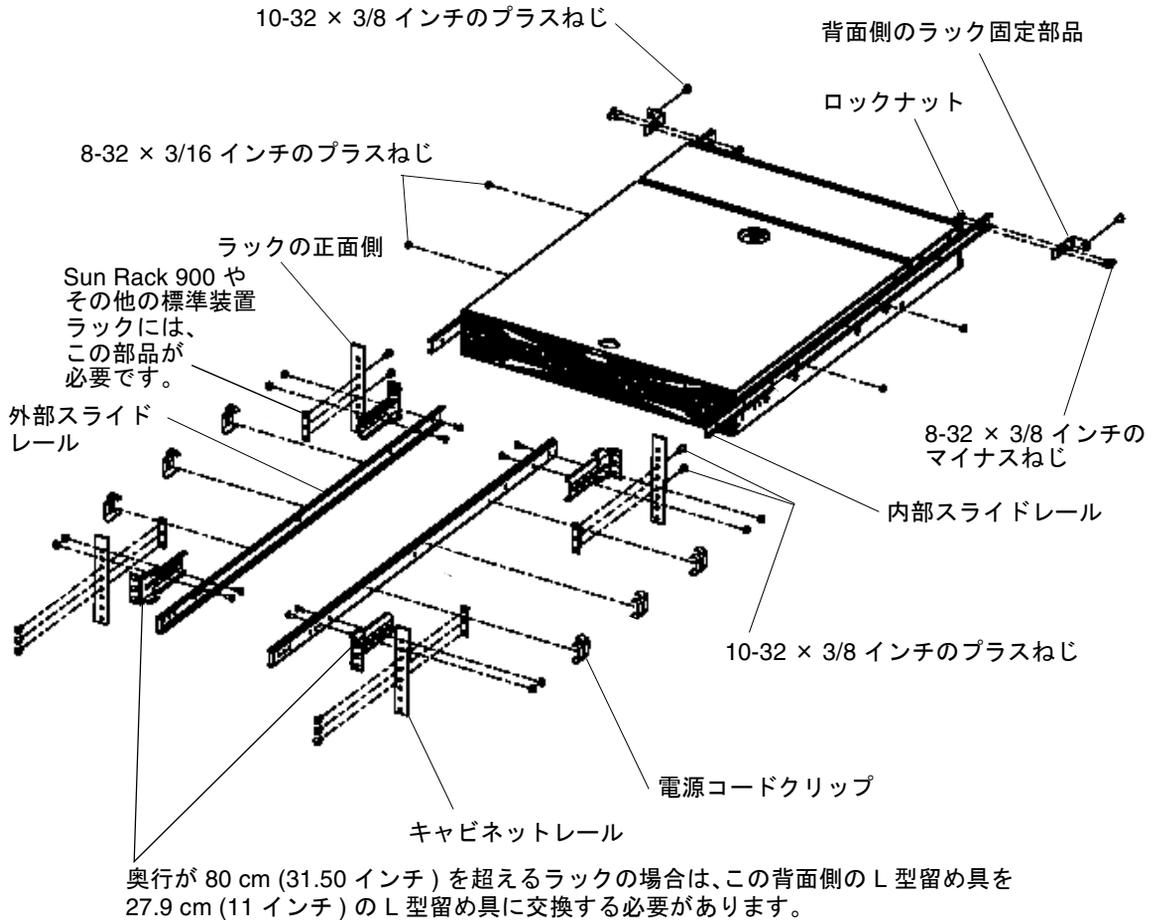

図 3-3 Sun StorEdge Network 2 Gb Brocade SilkWorm 3900 スイッチのラックへの搭載
- a. 図 3-3 のように、スイッチの背面側のラック固定部品を内部スライドレールのロック解除レバーが付いていない方の端に合わせます。
3900 スイッチがラックの正面から引き出せるように、図 3-3 に示すとおり、スライドレールの閉じている方の端をラックの背面側に向けて取り付けます。
### d. 図 3-3 のように、2 本の 10-32×3/8 インチのプラスねじを使用して、スライドレールの正面側の留め具を対応するラックレールに取り付けます。
- a. 図 3-3 のように、3900 スイッチをできるかぎりラックの近くに位置付けて、内部スライドレールを外部スライドレールに挿入します。